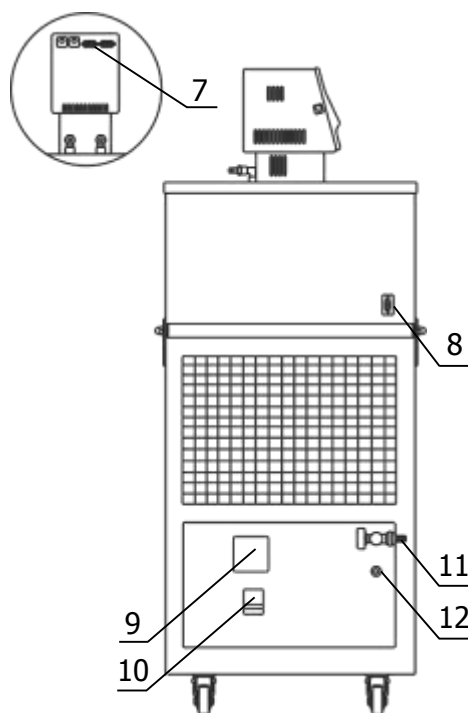

Рисунок 4 — Левая панель термостата
2.2.4 К переливному штуцеру 12 (рисунок 4) присоединить гибкий шланг, второй конец которого опустить в емкость для сбора излишков теплоносителя объемом 1,5-2 литра.
2.2.7 Вставить вилку сетевого кабеля блока регулирования в розетку 9 (рисунок 4). Соединить кабелем из комплекта поставки блок регулирования (разъем 7) и холодильную машину (разъем 8). Сетевой кабель термостата подключить к питающей сети напряжением 220 В. Для этого в лабораторном помещении должна быть установлена электрическая розетка из комплекта поставки термостата.
2.2.8 Автоматический выключатель 10 (рисунок 4) перевести в положение «включено».
2.2.9 Включить блок регулирования в соответствии с документом ТКЛШ 3.222.009-14 РЭ «Блок регулирования температуры погружной циркуляционный M12M серии МАСТЕР». При работе циркуляционного насоса уровень теплоносителя во внутренней ванне понизится. Доливать теплоноситель следует до тех пор, пока он не начнет переливаться через штуцер 12 (рисунок 4).
2.3.3 При работе термостата на температурах, близких к нижней границе диапазона регулирования необходимо доливать теплоноситель до момента слива его из переливного штуцера 12 (рисунок 4) при охлаждении термостата на каждые 10 °С.
- на короткое время перевести автоматический выключатель 10 (рисунок 4) в положение «выключено»;
2.4.4 Перед повторным запуском холодильной машины после наступления аварийной ситуации необходимо отключить питание термостата, для этого перевести автоматический выключатель 10 (рисунок 4) в положение «выключено».
2.5.2 Надеть сливной шланг из комплекта поставки на кран 11 (рисунок 4) и закрепить его хомутом. Свободный конец шланга опустить в емкость для сбора теплоносителя объемом не менее 20 литров.